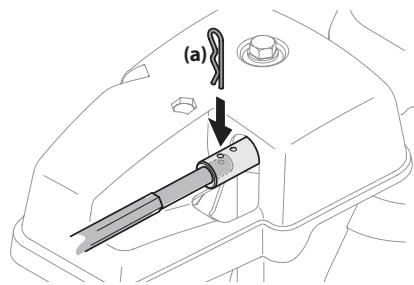

Figure 4-8
2. Retirez la tige de commande de la goulotte jusqu'à ce que le trou dans celle-ci s'aligne avec le deuxième trou dans l'ensemble de commande de la goulotte. Voir Figure 4-8.